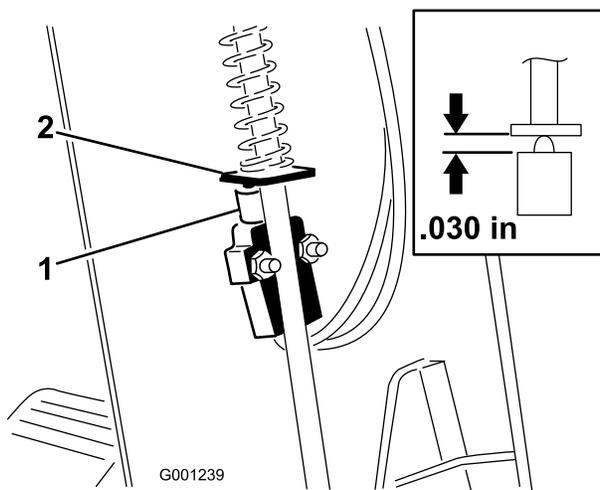

Рисунок 73
3. Сдвиньте кожух вверх по рулевому валу, чтобы открыть доступ выключателю стояночного тормоза (Рисунок 73).
5. Совместите пластину на стержне стояночного тормоза со штоком выключателя (Рисунок 73).
6. Нажимайте вниз на стержень стояночного тормоза и вверх на выключатель, пока длина штока выключателя в сжатом состоянии не станет равна 0,7 мм; см. Рисунок 73.